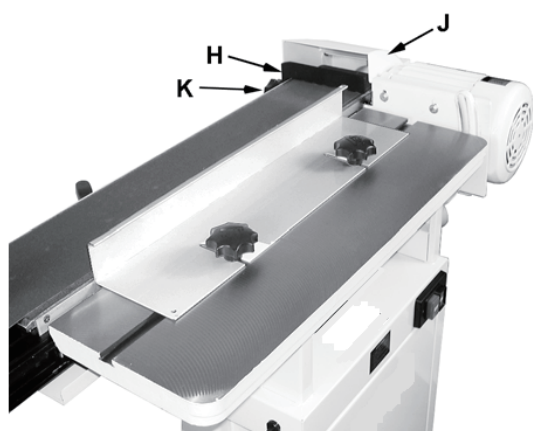
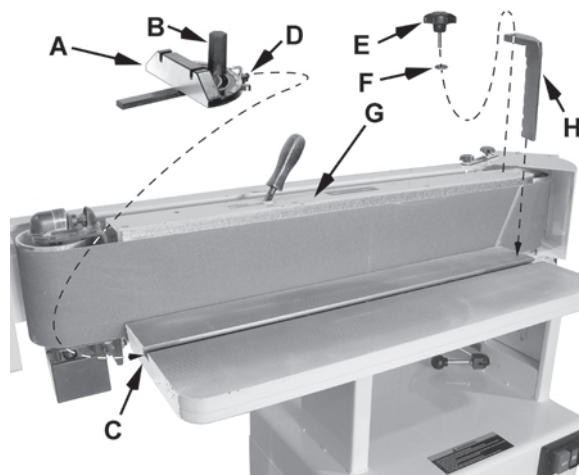

Bild 14
Bild 15
För att använda det bakre stoppet (H) (se bild 14) svänger du bort rullskyddet och spånstosen (J) (se bild 14). Placera därefter det bakre stoppets stift i positioneringshålet och lås med låsvredet (K) (se bild 14) och planbrickan (5/16").
**OBS!** Detta visas tydligare i bild 15. Därefter sätter du tillbaka rullskyddet och spånstosen (J) (se bild 14) i korrekt läge (se bilden).
Se bild 15: